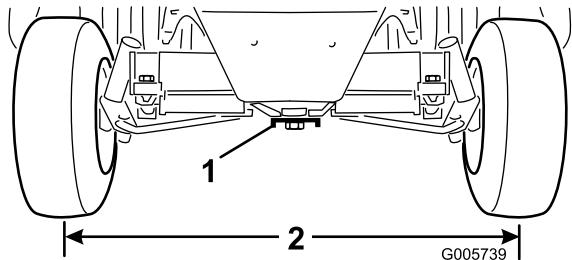

Figura 53
2. Afloje las contratuerzas de ambas bielas. Ajuste ambas bielas hasta que la distancia de centro a centro entre las ruedas traseras, por delante y por detrás, sea la misma (Figura 53).